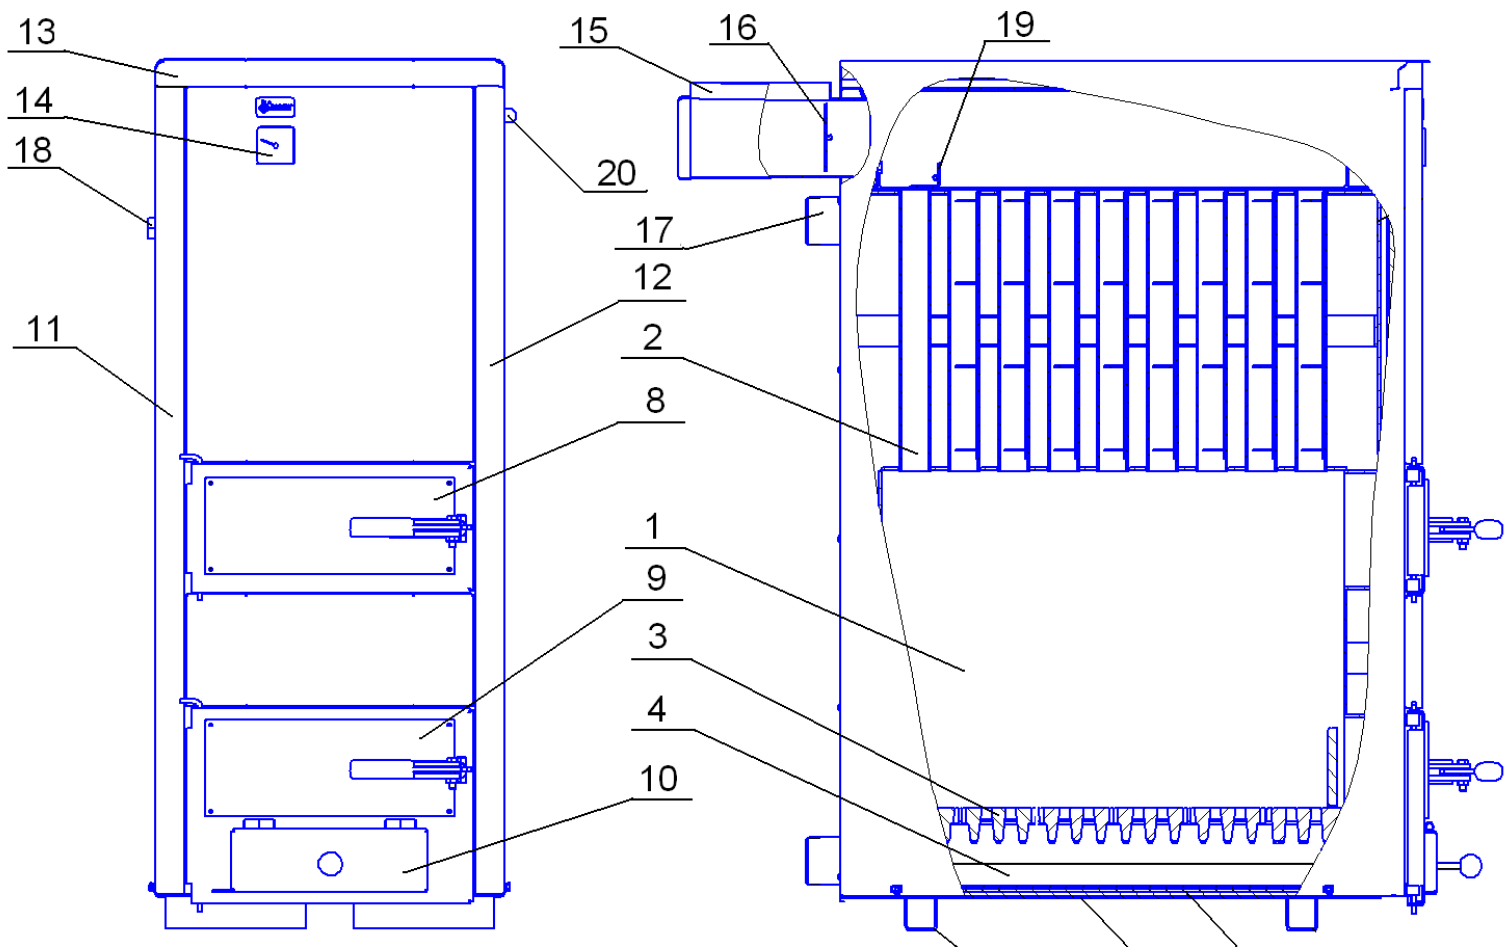

Рисунок 1. Котел опалювальний
- експлуатація котла при відкритій засувці (рисунок 1, поз. 20);
6.1.5 Встановити регулятор тяги Regulus RT3 або Honeywell FR124 (при наявності). Для цього на лівій стінці котла вигвинтити заглушку поз.19 (рис.1).
Другу кінцівку ланцюжка просунути через прямокутний отвір на заслінці поз.10 (рис.1) та закріпити гачком за ланку ланцюжка. Перевірити можливість вільного руху важіля при повороті ручки управління.
7.1.1 Відкрити шибер (поз.16, рисунок 1) та засувку (поз.19, рисунок1).
7.1.3 Після займання вугілля, провести повне завантаження паливом рівномірно по всій поверхні колосників. Висота шару завантаженого вугілля повинна складати приблизно половину висоти топки від колосників, але не вище нижнього краю завантажувальних дверцят. Закінчивши завантаження розрівняти шар палива. Закрити засувку (поз.19, рисунок1).
7.1.4 Регулювання температури води у котлі проводиться за допомогою шиберу (поз.16, рисунок 1) та заслінки (поз.10, рисунок 1). Для збільшення температури необхідно відкрити шибер та заслінку, для зменшення — повністю або частково закрити шибер та заслінку.
При обладнанні котла регулятором тяги Regulus RT3 або Honeywell FR124 регулювання температури води проводиться за допомогою шиберу (поз.16, рисунок 1) та регулятора тяги. Для збільшення температури необхідно відкрити шибер та встановити ручку управління регулятора на позначку більш високої температури, для зменшення — повністю або частково закрити шибер та встановити ручку управління регулятора на позначку нижчої температури.
7.2.1 Для припинення роботи котла повністю закрити заслінку (поз.10, рисунок 1). При цьому припиняється подача повітря у топку і паливо поступово загасає.